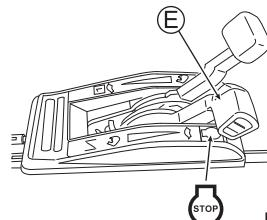

Fig. 14
- O motor pára se a lâmina ficar presa com a alavanca do acelerador (E) na posição "|\|".
- 2 Coloque a alavanca do acelerador (E) em "STOP". (Veja a fig. 14)